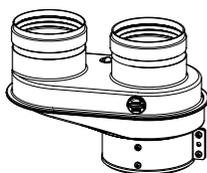

Figura 5.10
1. L'apparecchio è predisposto per l'allacciamento ad un sistema di aspirazione e scarico fumi coassiale 60/100. Per utilizzare tipologie di scarico sdoppiato 80/80 è necessario l'apposito adattatore (Figura 5.10). Se si utilizza lo sdoppiatore, il percorso dei canali dello scarico fumi e dell'aria comburente deve essere il medesimo e devono uscire dal locale di installazione sulla stessa parete alla minima distanza. Se il tubo di scarico è troppo corto è possibile provvedere a una prolunga (Figura 5.11 e Figura 5.12). Controllare il tubo di scarico ogni sei mesi per escludere perdite o danni.